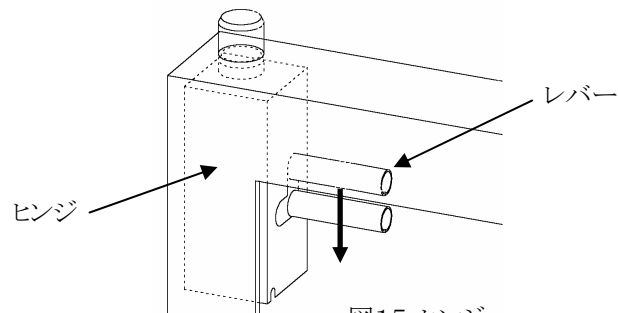

図15 ヒンジ
- ① 前扉は鎖を固定しているネジを必ず外してください。
- ② 扉上側のヒンジのレバーを下げると扉が外れますので、しっかりと扉を支えながら行ってください。(図15)